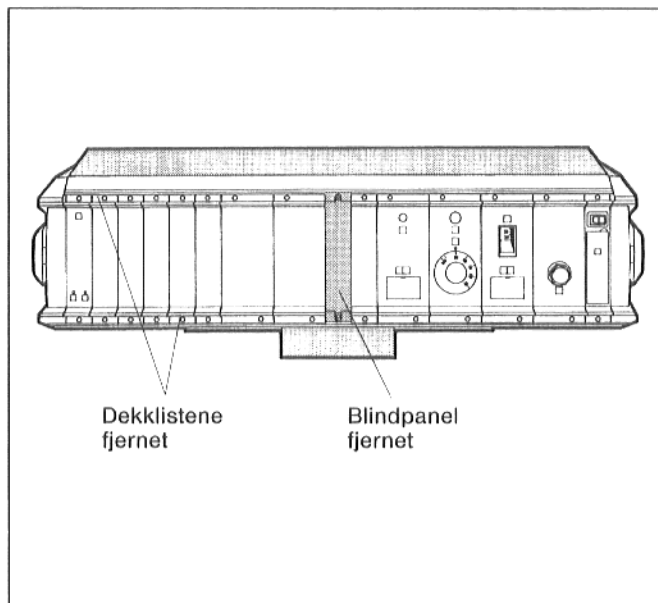

Fig. 1 : Kontrollpanel forside
- Fjern panellistene (fig. 1).
- Fjern blindpanelet (fig. 1).